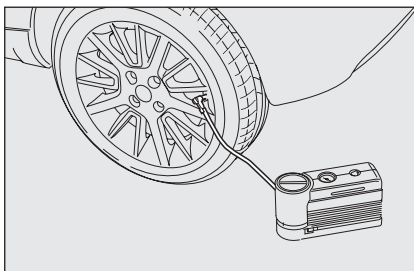
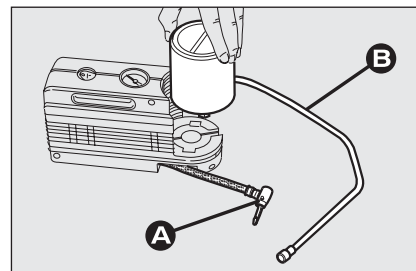

fig. 13
fig. 14
El compresor puede utilizarse incluso si es sólo para restablecer la presión. Desmontar el acoplamiento **A**-fig. 14 y conectarlo directamente a la válvula del neumático fig. 13; de este modo, la botella aerosol no se conectará al compresor y no se inyectará el líquido sellador.
- ☐ desmonte el acoplamiento **A**-fig. 14;